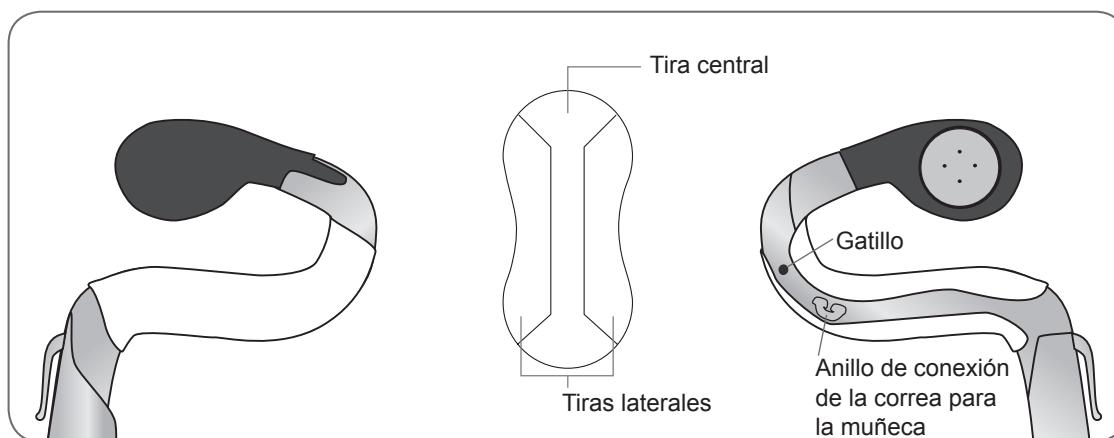

Ilustración 6-8: Funda del accesorio amortiguador para la muñeca adherida al accesorio.
5. Asegúrese de cubrir todo el accesorio amortiguador. Consulte la Ilustración 6-8.